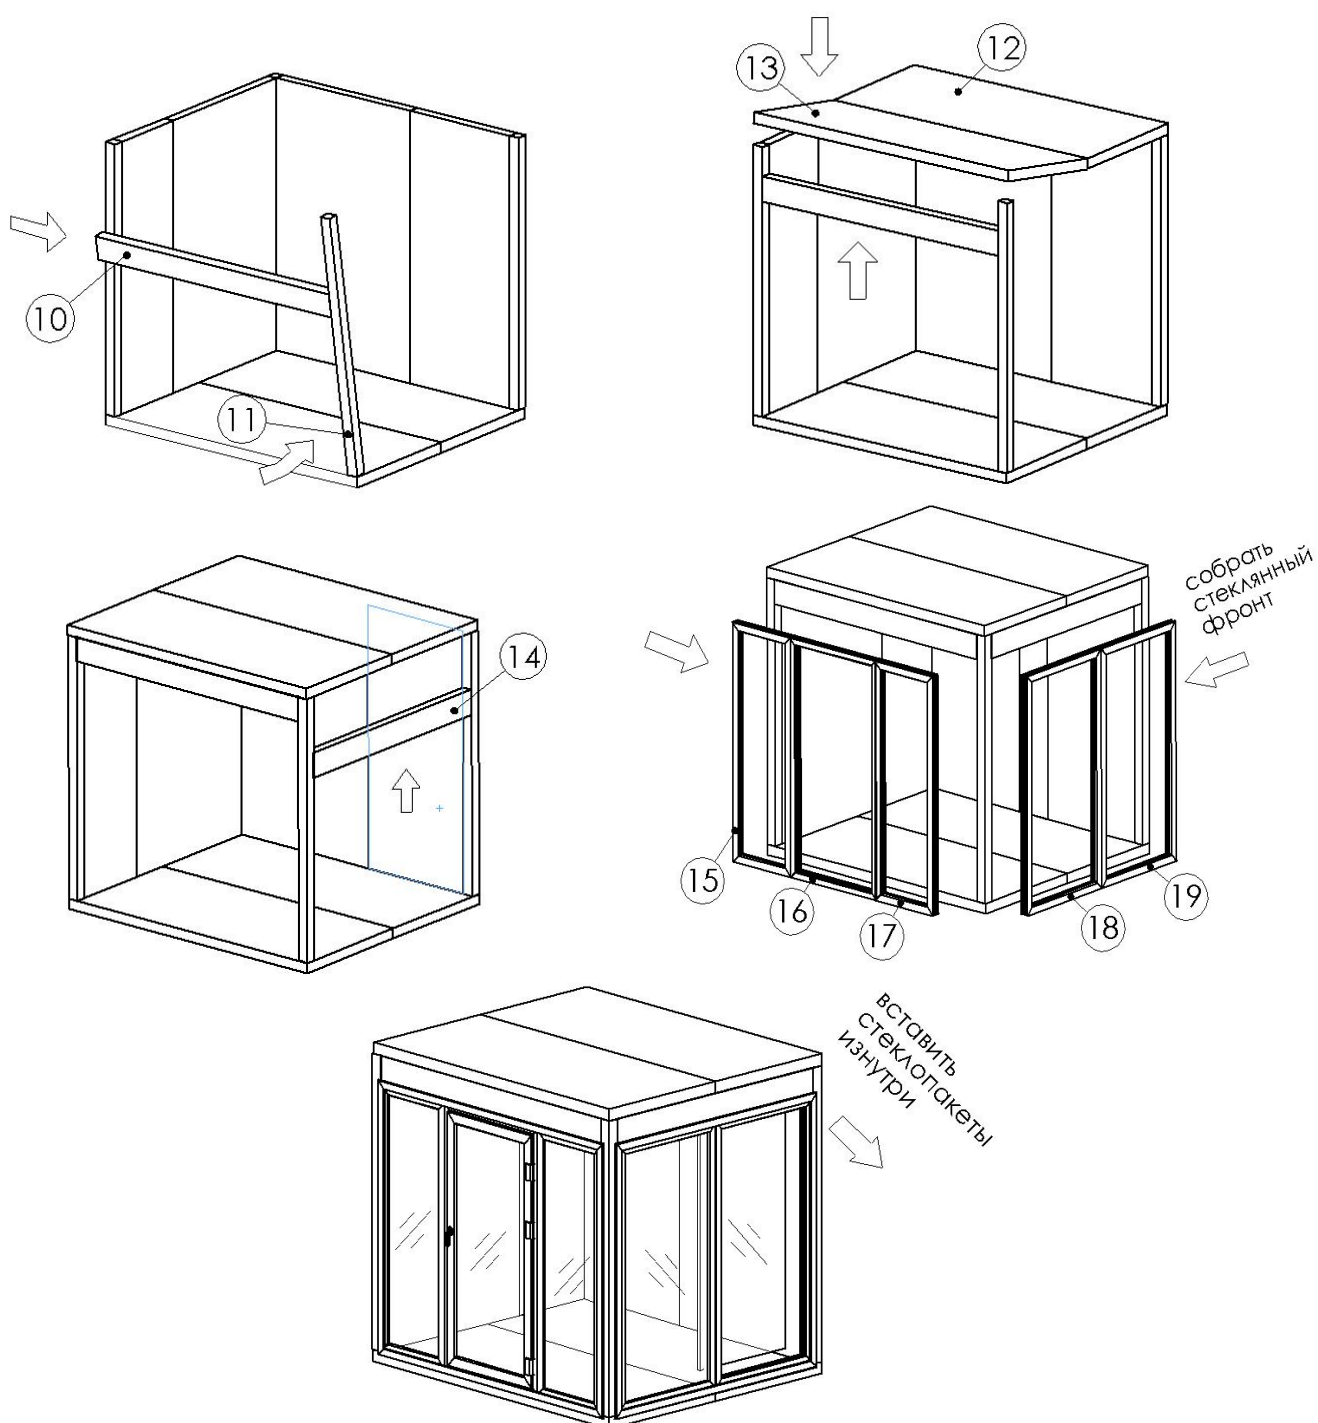

Рис.9. Порядок сборки камеры с двумя стеклянными фронтами и стеклянной дверью.
3.6. СБОРКА КАМЕРЫ С ДВУМЯ СТЕКЛЯННЫМИ ФРОНТАМИ И СТЕКЛЯННОЙ ДВЕРЬЮ (см. рис.9).